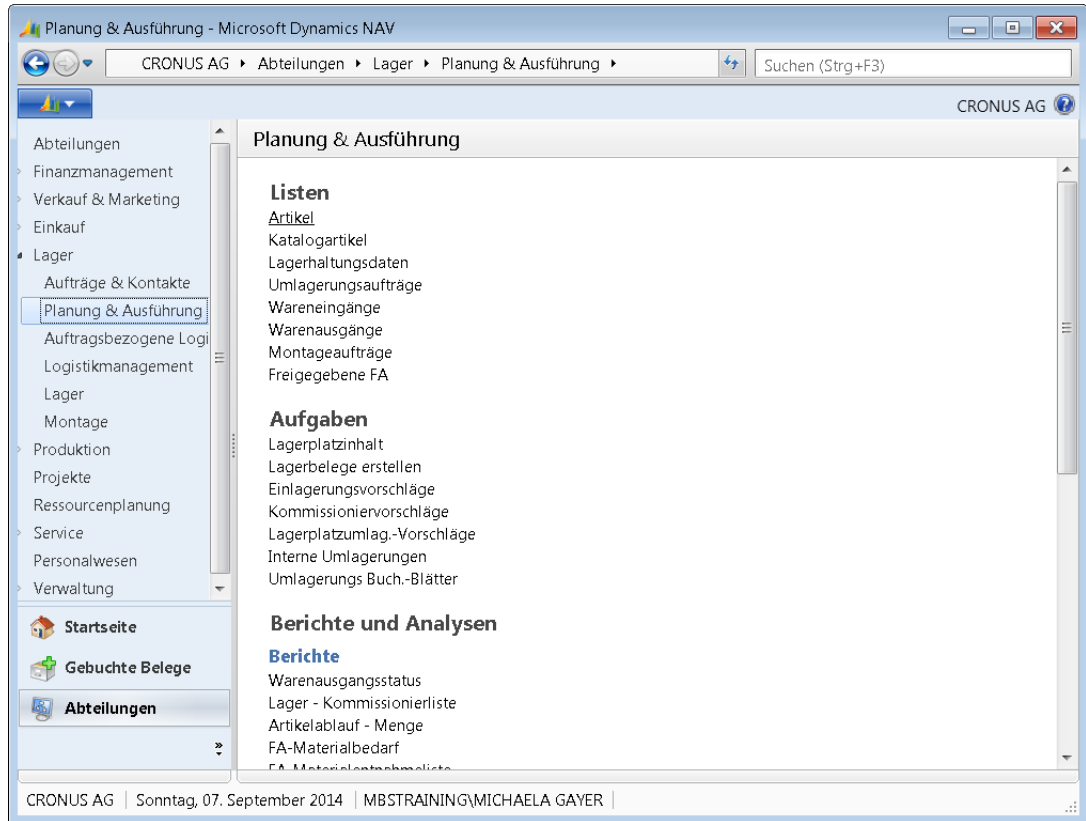

Abbildung 2.4 Link zur Artikelübersicht im Menü *Abteilungen*
2. Um alternativ die Artikelübersicht aus dem Menü *Abteilungen* zu öffnen, wählen Sie den Link *Abteilungen/Lager/Planung & Ausführung/Artikel* (siehe Abbildung 2.4).